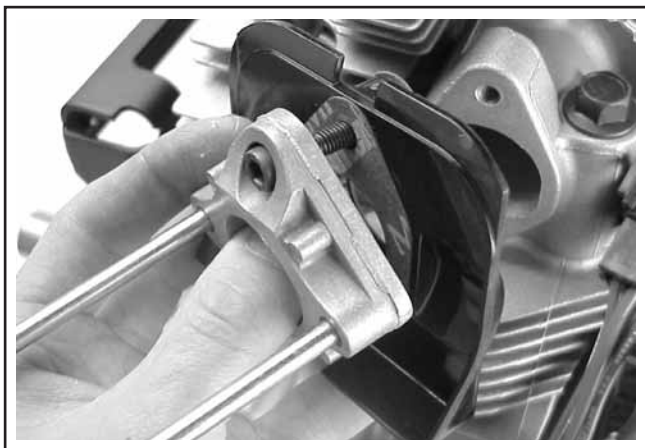

Abbildung 9-27. Ausbau von Vergaseradapter und Hitzeschutz.
1. Entfernen Sie die beiden Sechskanthutschrauben, mit denen Vergaseradapter, Dichtungen und Hitzeschild am Zylinderkopf befestigt sind. Siehe Abbildung 9-27.
2. Entfernen Sie Vergaseradapter, Hitzeschild und Dichtungen vom Motor. Siehe Abbildung 9-27.